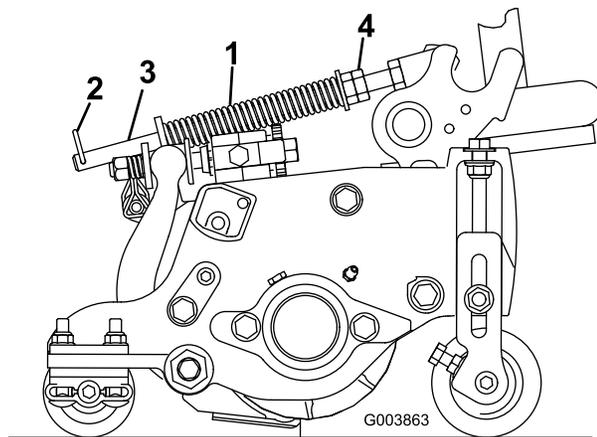

図 13
ターフ補正スプリング（図 13）は、キャリアアフレームとカッティングユニットをつないでおり、前後の揺れの大きさを調整する働きと、移動走行中や旋回動作中の地上高の調整を行っています。
1. スプリングロッド後部のロックナットを締めて、すきま（C）を32 mmとする（図 13）。
さ (A) が 32.8 cm になるようにする (図 13)。